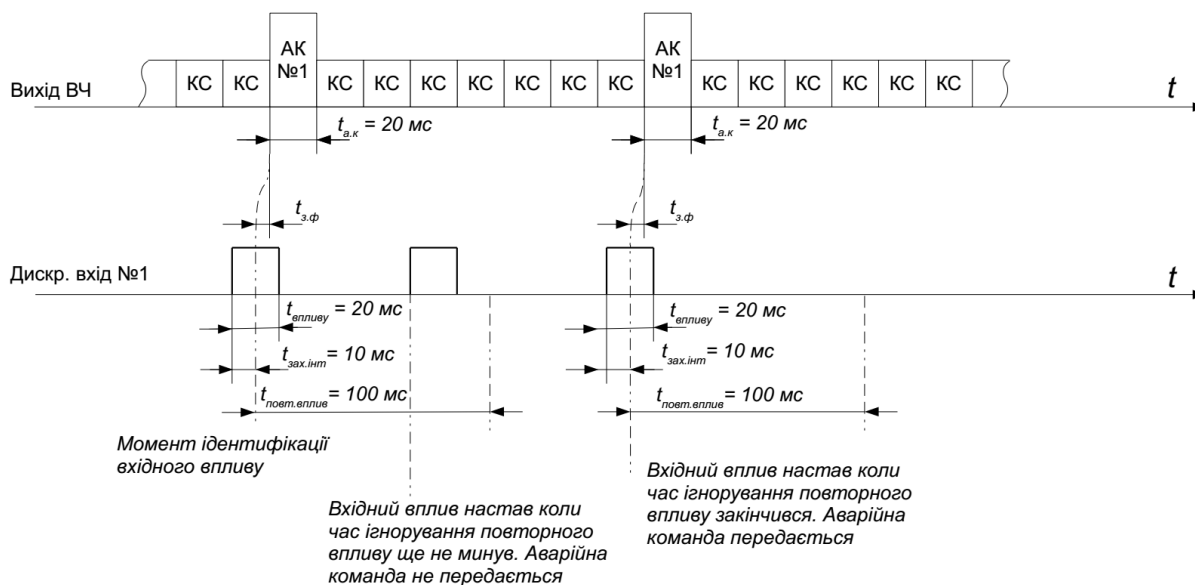

Рисунок 5.2.3.1 - Передача імпульсної аварійної команди
**Приклад 2.** Передача тривалої аварійної команди (див. рисунок 5.2.3.2). Тривалість сформованої аварійної команди  $t_{а.к}$  залежить від тривалості впливу на дискретному вході. До аварійної команди №1 прив'язаний один дискретний вхід №1. Захисний інтервал  $t_{зах.инт} = 10$  мс, час ігнорування повторного впливу  $t_{повт.вплив} = 20$  мс.